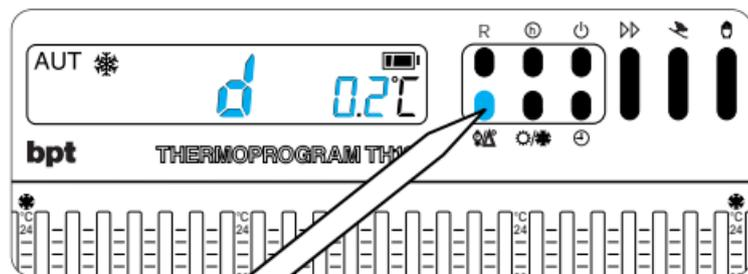

Fig. 13
4.1 - Premere due volte il pulsante  (fig. 13). Sul display compare la scritta **d 0.2°C** che rimane visualizzata per circa 10 s.